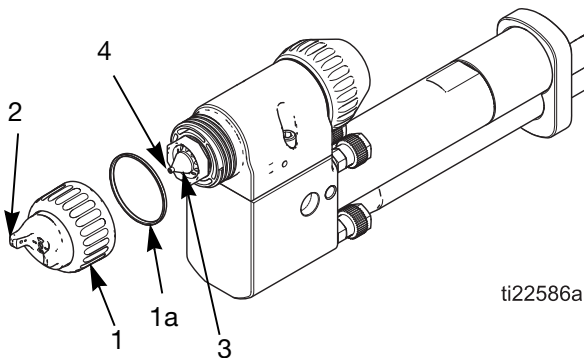

ABB. 21. Luftkappe und Materialdüse reinigen
3. Den Haltering (1) und die Luftkappe (2) entfernen. Siehe ABB. 21, Seite 34.
4. Materialdüse (3) und Außenflächen der Pistole mit einem mit Lösungsmittel angefeuchteten Tuch reinigen. Darauf achten, dass kein Lösungsmittel in die Luftpassagen gelangt. Die Pistole während des Reinigens möglichst nach unten richten.
5. Wenn sich in den Luftpassagen der Materialdüse (3) Farbe festgesetzt hat, die Pistole zur Wartung von der Leitung abschrauben.
6. Die Luftkappe (2) mit der weichen Borstenbürste und dem Lösemittel reinigen oder die Luftkappe in geeignetes Lösemittel eintauchen und anschließend abwischen. Keine Werkzeuge aus Metall verwenden.
7. Installieren Sie vorsichtig die Luftkappe (2). Darauf achten, dass die Elektrode (4) durch die mittlere Luftkappenöffnung eingeführt wird.
8. Die Luftkappe (2) in die gewünschte Position drehen.
9. Sicherstellen, dass die U-Dichtung (1a) richtig am Haltering (1) sitzt. Die Lippen müssen nach vorn gerichtet sein.
10. Den Haltering (1) festziehen, bis die Luftkappe (2) fest sitzt; die Luftkappenhörner sollten nicht von Hand gedreht werden können.